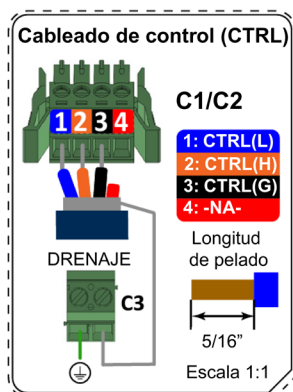

Figura 3: Conexión del conector de control
- El cable de drenaje del blindaje (marcado como drenaje en la figura 3).